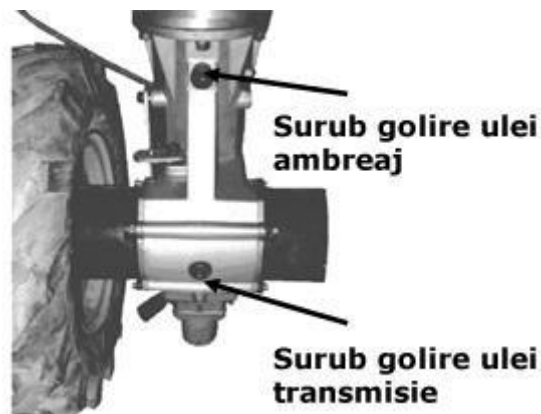

Figura 39
2) Puneți un recipient adecvat pentru golirea vechiului ulei sub motor. Apoi scoateți joja de ulei, șurubul de evacuare ulei și garnitura. După ce uleiul de transmisie este golit, înlocuiți garniturile, dacă este necesar și înfiletați șurubul de golire ulei și garnitura. (Consultați Figura 39).
- 2) Puneți un recipient adecvat pentru golirea vechiului ulei sub motor. Apoi scoateți joja de ulei, șurubul de evacuare ulei și garnitura. După ce uleiul este golit, înlocuiți garnitura, daca este necesar, și înfiletați șurubul de golire pentru ulei și garnitura. (Consultați Figura 39).